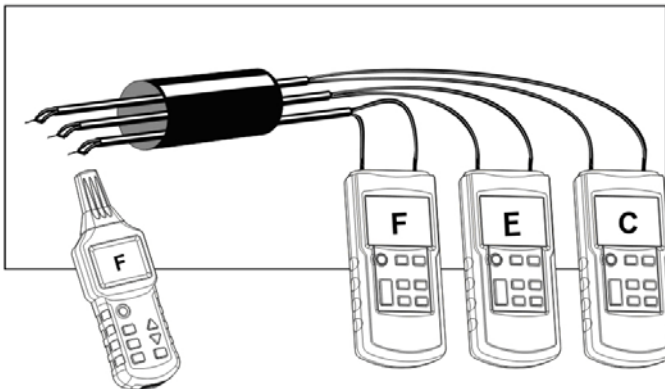

Abb.22
- Schließen Sie nun den Sender gemäß Abb. 22 an.